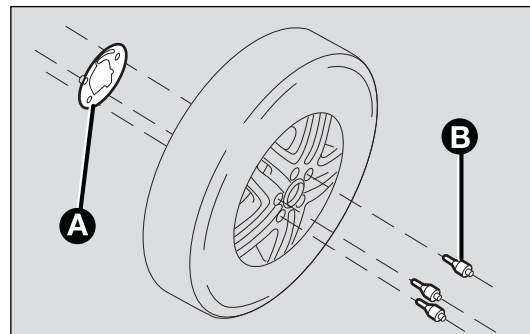

fig. 174
- ☐ montar en la rueda de aleación la correspondiente placa A-fig. 174 y fijarla con los tornillos B de serie, utilizando la llave incluida;